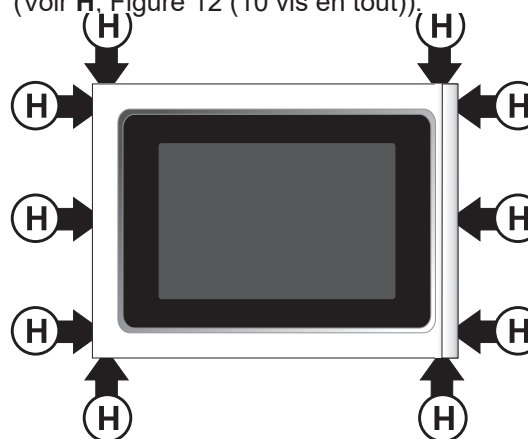

Figure 12
- 3.3.1. De chaque côté de la porte, sous le panneau de verre, enlevez les 3 vis retenant l'assemblé panneau de verre et poignée à la partie interne de la porte. Enlevez aussi les 4 vis situées sur la partie inférieure et supérieure de la porte de façon à pouvoir enlever l'assemblé panneau de verre et poignée de la partie interne de la porte (Voir H, Figure 12 (10 vis en tout)).
- 3.3.14. Fixez l'assemblé panneau de verre et poignée à l'aide des 10 vis enlevées à l'étape 3.3.1 (Voir **H**, la figure 12).